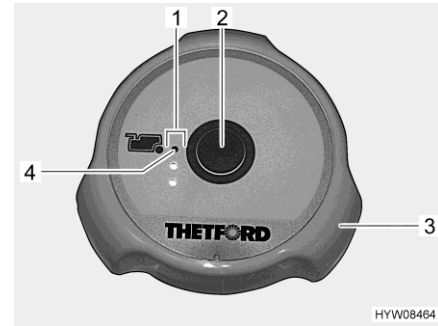

Bild 110 Spülknopf/Kontroll-Leuchten (Thetford-Toilette)
- Spülen:* ■ Vor dem Spülen den Schieber der Thetford-Toilette öffnen. Dazu den Drehgriff (Bild 110,3) entgegen dem Uhrzeigersinn drehen.
- Zum Spülen den blauen Spülknopf (Bild 110,2) drücken.
- Nach dem Spülen den Schieber schließen. Dazu den Drehgriff (Bild 110,3) im Uhrzeigersinn drehen.
Die Kontroll-Leuchten (Bild 110,1) zeigen den Füllstand des Fäkalientanks an. Wenn die rote Kontroll-Leuchte (Bild 110,4) leuchtet, muss der Fäkalientank entleert werden.